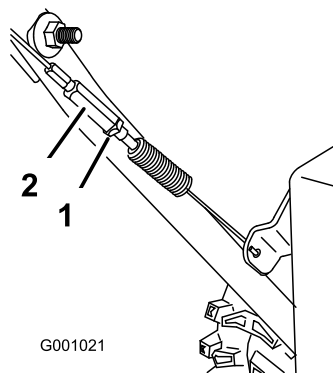

Рисунок 38
3. Затяните контргайку (Рисунок 38).